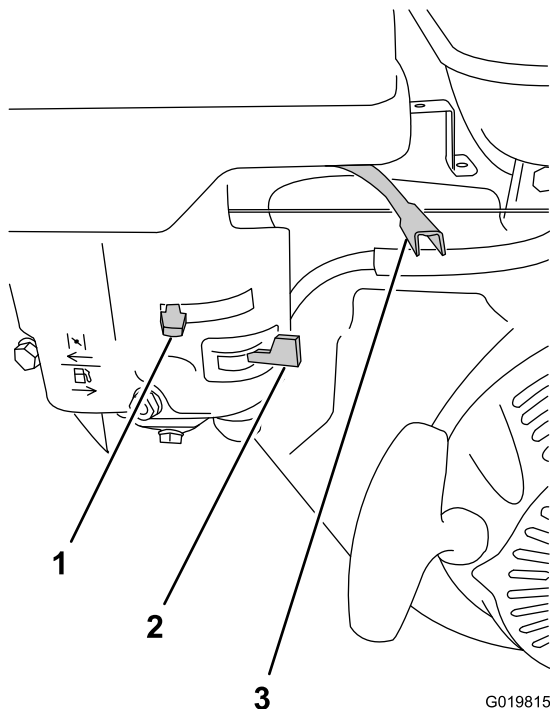

Figure 30
2. Sur le moteur, éloignez la commande d'accélérateur de la position Min et déplacez-la du tiers de sa course vers la position Max (Figure 30); voir Commande d'accélérateur (page 13).
3. Tournez le robinet d'arrivée de carburant complètement à droite en position ouverte (Figure 30); voir Robinet d'arrivée de carburant (page 13).
- Pour démarrer le moteur s'il est froid, déplacez la commande de starter complètement vers la gauche, en position fermée (Figure 30); voir Commande de starter (page 13).
5. Tournez la commande du moteur à la position Marche (Figure 30); voir Commande Marche/Arrêt du moteur (page 13).
1. Vérifiez que la commande de starter est à la position hors service (Figure 30); voir Commande de starter (page 13).
2. Réglez la commande d'accélérateur à la position Min (Figure 30); voir Commande d'accélérateur (page 13).